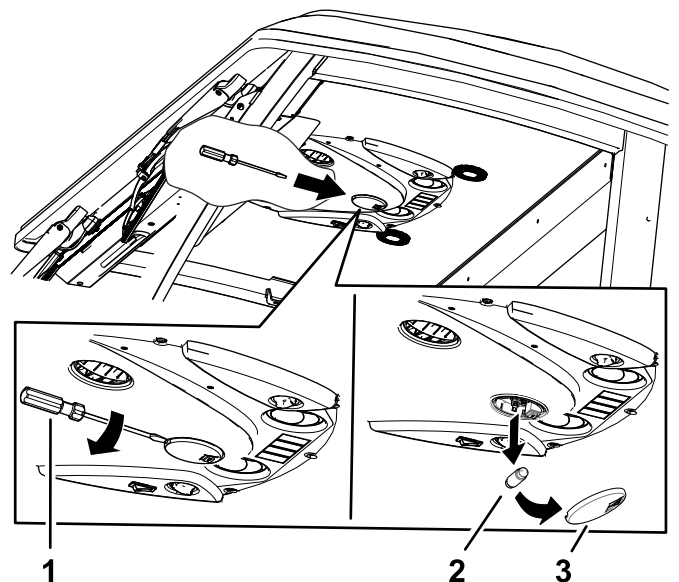

Figura 120
1. Utilice un destornillador para retirar la lente de la luz del panel de control. (Figura 120).
2. Retire la lámpara de la base (Figura 120).